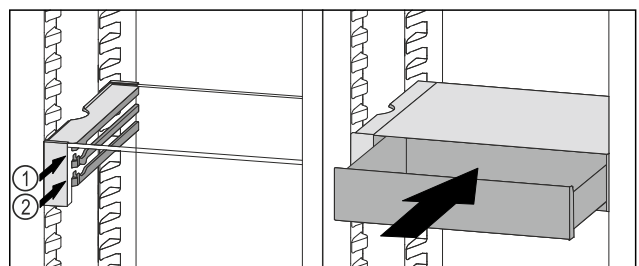

Fig. 134
- ▶ VarioSafe-Schubfach hinter den Stopperrn auf gewünschter Rippe Fig. 134 (1) oder Fig. 134 (2) aufsetzen.